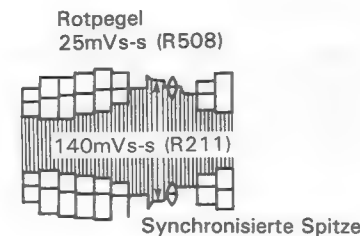

Abbildung 51
- 4) Die synchronisierte Spitze wie in Abbildung 51 gezeigt mittels R211 (REC Y LEV) auf 140 mVs-s einstellen.